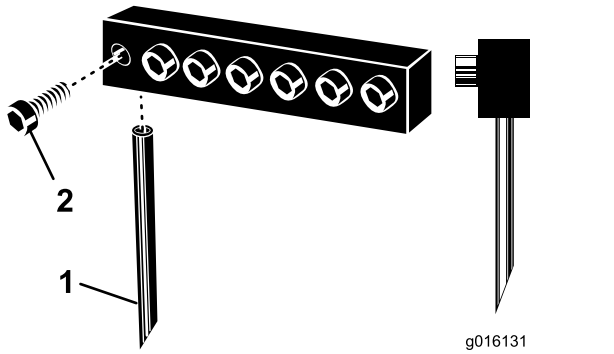

Figura 30
3. Allentate le caviglie e rimuovete le fustelle usate in precedenza (Figura 30).
Nota: Le fustelle cave devono essere posizionate con la sfinestratura di uscita verso la parte posteriore dell'arieggiatore mentre le fustelle piene hanno la punta angolata della punta rivolta verso la macchina (Figura 30).